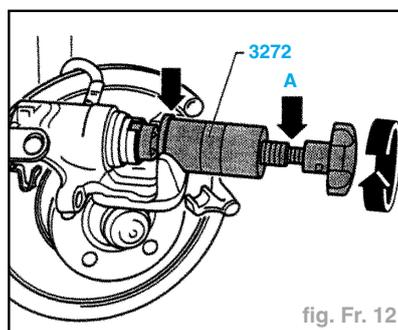

fig. Fr. 12
- Visser le piston en tournant vers la droite la molette de l'outil spécial (fig. Fr. 12) (réf. **3272** chez V.A.G. et **12006** chez Ford).
- Vissage du piston en tournant la molette vers la droite (fig. Fr. 12).